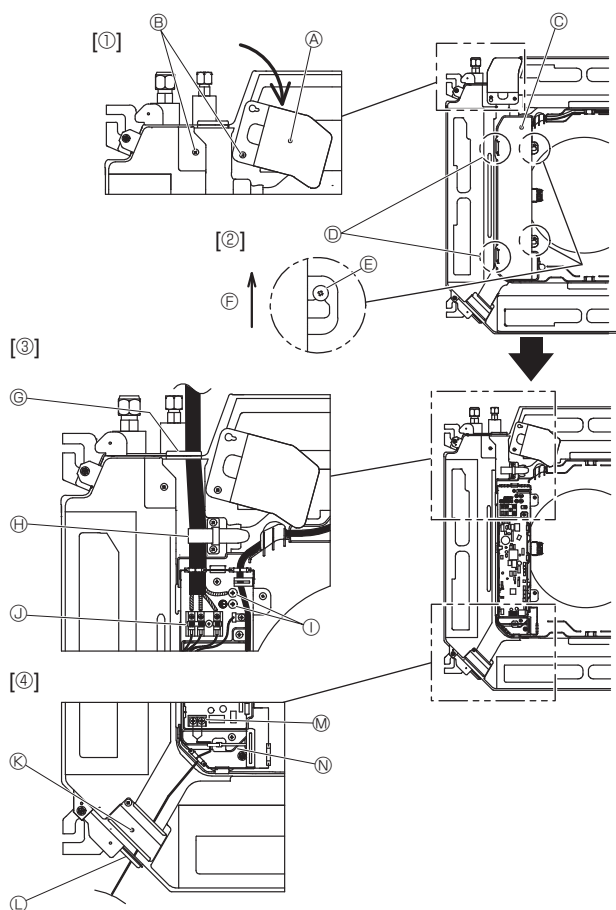
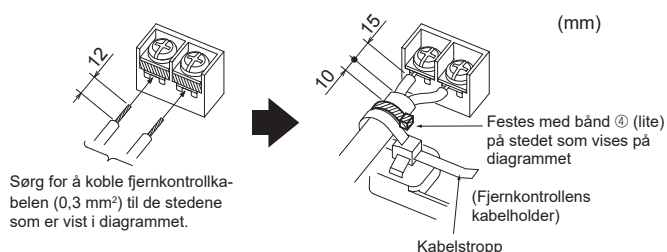

Fig. 6-1
Fig. 6-3
6.1. Innendørsenhet (Fig. 6-1)
- Løse de to skruene som holder på plass servicepanelet for elektriske ledninger, og snu deretter servicepanelet for elektriske ledninger. [Fig. 6-1 ①]
- Løse de to skruene som holder på plass lokket på den elektriske koblingsboksen, og skyv deretter av lokket på den elektriske koblingsboksen. [Fig. 6-1 ②]
- Før strømkabelen, innendørs-/utendørsenhetens tilkoblingskabel og jordledningen gjennom kabelåpningene, som vist i diagrammet. [Fig. 6-1 ③]
Hvis du ikke kan bruke runde kabelsko, se Fig. 6-3 til 6-6.
- Før fjernkontrollkabelen gjennom de respektive ledningsåpningene, som vist i diagrammet. [Fig. 6-1 ④, Fig. 6-3]